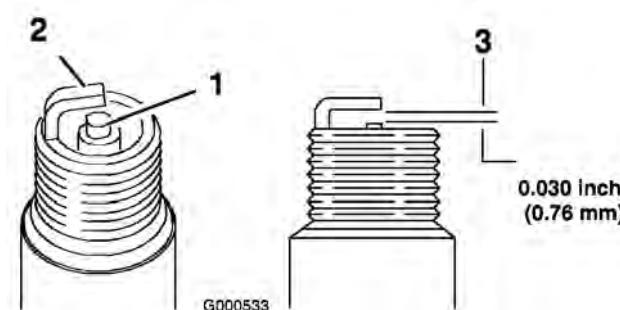

図 50
- 中央の電極部(図 50)を観察する。
- すきまゲージでエア・ギャップの点検を行い、隙間の大きさが適切でなければ側面の電極を注意深く曲げて調整する(図 50)。